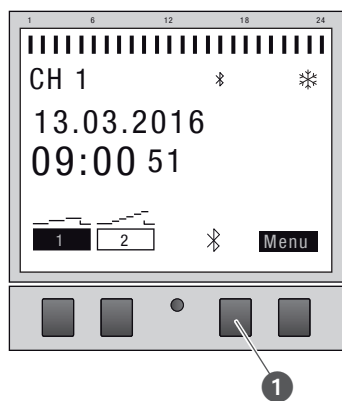

Bild 24: Aktivera/stänga av Bluetooth-anslutning på timern
1. Tryck på Bluetooth-knappen (bild 24/❶) på timern i ca 2 sekunder för att stänga av Bluetooth-anslutningen.